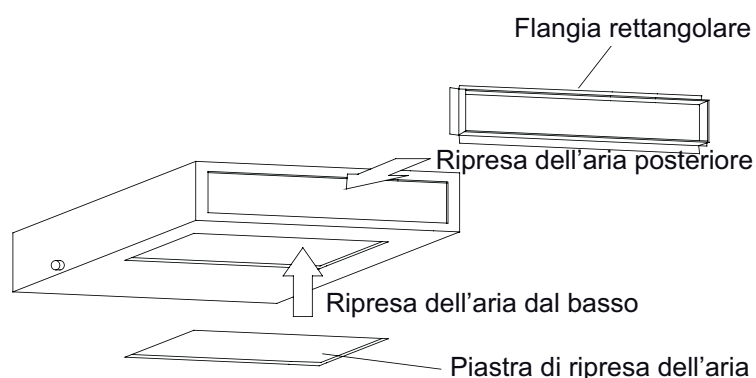

Fig.11
a. La posizione di installazione predefinita della flangia rettangolare è sulla parte posteriore, mentre la posizione di installazione predefinita della piastra di ripresa dell'aria è in basso, come mostrato in Fig.11.